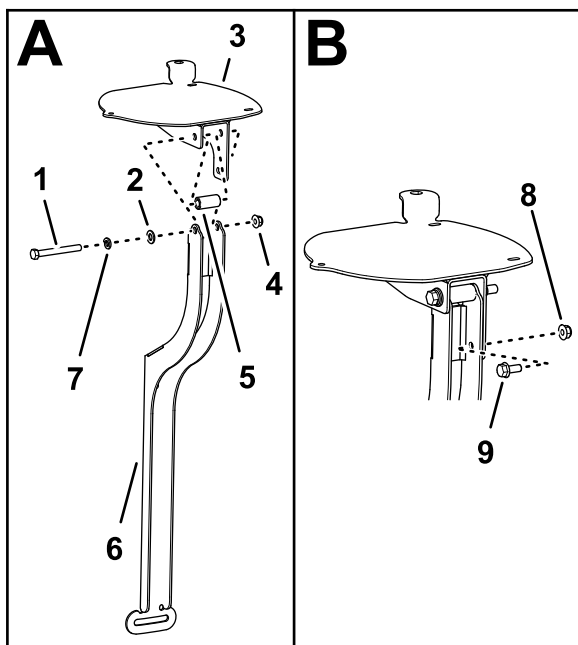

Figura 155
1. Allineate i fori nella piastra del ricevitore di navigazione, il distanziale (3/8" x 1") e il supporto del ricevitore (Figura 155).
- Montate la piastra del ricevitore e il distanziale sul supporto con un bullone ($\frac{3}{8}$ " x $3\frac{1}{4}$ ""), una rondella di bloccaggio ($\frac{3}{8}$ ""), una rondella ($\frac{3}{8}$ " x $13/16$ "") e un dado di bloccaggio flangiato ($\frac{3}{8}$ ""), come mostrato nella Figura 155.
- Montate il bullone a testa flangiata ($5/16$ " x $\frac{3}{4}$ "") e il dado di bloccaggio flangiato ($5/16$ "") attraverso il foro più piccolo nel supporto del ricevitore e la scanalatura nella piastra del ricevitore (Figura 155).